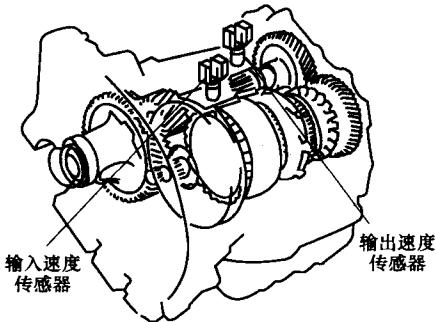

图 2-2 输入和输出传感器
- (1) 自动变速器油温传感器。自动变速器油温传感器将油温转换为电阻值，输入发动机 ECU 和 ECT ECU。
- (2) 输入和输出传感器。输入和输出传感器安装在壳体的侧面（如图 2-2 所示），旋转传感器为电磁式，利用霍尔元件准确地检测转速。输入传感器检测前离合器鼓的转速（中间转子齿数为 30），输出传感器检测输出轴的转速（传感器转子齿数为 15）。
- (3) 换挡电磁阀。从 1 挡到超速挡的操作是通过控制换挡电磁阀 SL1、SL2、SL3、SL、DSL 和 SR 的接通和断开来完成的，换挡电磁阀由 ECT ECU 控制。若换挡电磁阀中的 1 个电路发生开路或短路，ECT ECU